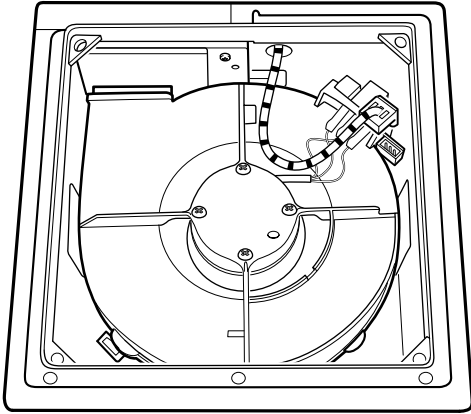

Bild 6a
- Bei Lüfter in Standardausführung ohne Modul Stecker auf Steckerbuchse an der Platine aufsetzen, Bild 6a.